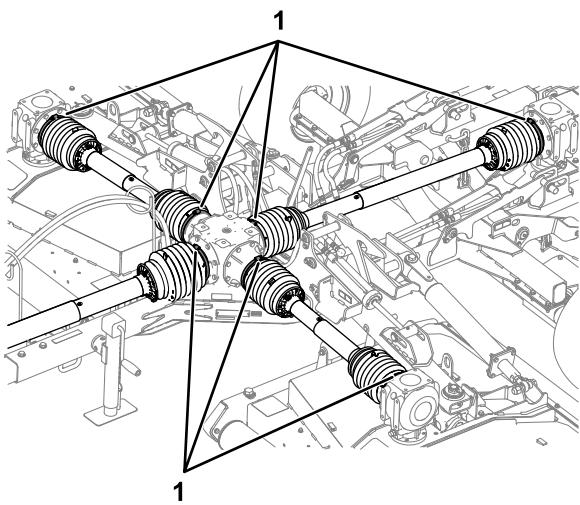

Figure 22
- Vérifiez que les 7 colliers fixent solidement les protections des arbres d'entraînement aux boîtiers d'engrenages du centre et des plateaux (Figure 22).